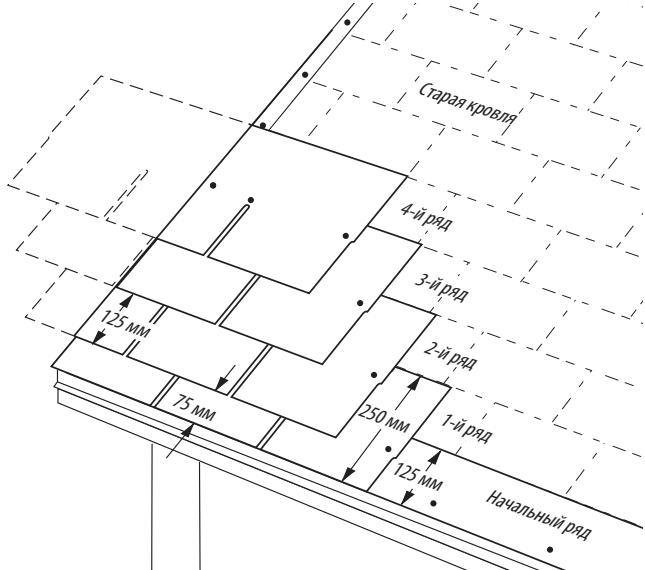

Рис. 13-14. Укладка гонта на существующую кровлю встык со старым гонтом.
- Отрежьте 15,2 см с торца первого гонта начального ряда и уложите его поверх первого ряда старых гонтов, в левом нижнем углу крыши. Если используется капельник, то гонт начального ряда должен выступать за край ската и карнизов на 13 мм. Если капельник не используется, то гонт начального ряда должен выступать за край ската и карнизов на 19 мм (*Рис. 13-14*).
- Для укладки первого ряда используйте полосовые гонты размером 25,4 см x 91,4 см, изготовленные путём обрезки язычков стандартных гонтов в нижней части на 5 см (*Рис. 13-14*).
- Отрежьте 15,2 см с левого края целого гонта. Совместите верхнюю кромку этого куска гонта размером 30,5 см x 76,2 см с нижней кромкой гонта старого четвёртого ряда. Выровняйте левый край с левым краем первого ряда (*Рис. 13-14*).
- В третьем ряду отрежьте 30,5 см с левого края целого гонта и уложите этот кусок шириной 61 см над гонтом нового второго ряда (*Рис. 13-14*). Совместите верхний край нового гонта с нижним краем старых гонтов в ряду выше него (пятый ряд старой кровли).